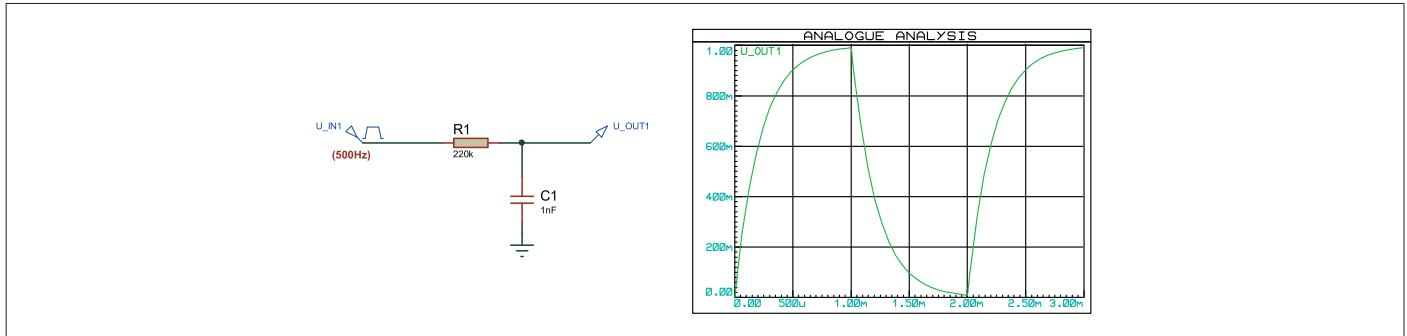

Figure 1. Un filtre passe-bas RC, simulé avec ici une onde carrée en entrée.
Comme toujours, j'évite ici les concepts théoriques compliqués, nous préférerons tous les exemples concrets. Commençons par le filtre le plus simple : le filtre RC d'ordre 1, composé d'une résistance série et d'un condensateur vers la masse. Tout changement rapide du signal d'entrée est ralenti par le temps de charge et de décharge du condensateur à travers la résistance. En freinant les variations rapides du signal, ce filtre en atténue donc les fréquences élevées : c'est un filtre passe-bas. Jetez un œil à la simulation de ce circuit avec un signal carré de 500 Hz appliqué sur son entrée (**fig. 1**). La sortie est un signal vaguement carré, mais avec des montées et descentes amorties, caractéristiques d'un tel filtre RC. J'ai effectué les simulations pour cet article avec le logiciel Proteus VSM (*Labcenter*), mais vous les reproduirez facilement avec n'importe quel logiciel compatible Spice, comme l'excellent et gratuit LT-Spice (*Analog Devices*). Analysons maintenant ce circuit, en supposant p. ex. qu'à un moment donné la tension d'entrée est supérieure à la tension du condensateur. Un courant I traversera la résistance et chargerà
Pas de panique avec les formules, celle-ci sera la dernière... de ce paragraphe. Vous retiendrez que c'est une équation différentielle. Vous pourriez même vous amuser à la résoudre pour obtenir une formule donnant la tension de sortie en fonction du temps, et ce sera de beaux tronçons d'exponentielles (fig. 1). Notez que la fréquence de coupure sera proportionnelle à $1/RC$.
d'un filtre à capacités commutées. Comparez donc ce schéma à celui du filtre RC (fig. 1), vous verrez que la résistance série a été remplacée par un condensateur relié à la masse et deux interrupteurs. Regardez la simulation associée, la forme d'onde filtrée ressemble beaucoup à celle du filtre RC, non ? Pour comprendre comment ça marche, revenons un peu à l'équation (3) :